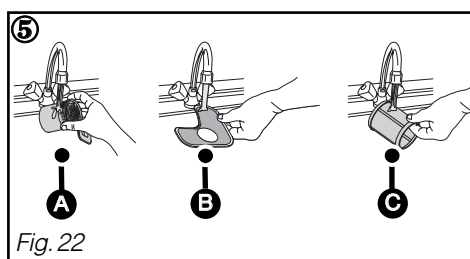

Fig. 22
② Dévissez d'un quart de tour le filtre à déchets puis le retirer **A**.
③ Retirez le filtre principal **B**.
④ Retirez le tamis micro filtre **C**.
⑤ Nettoyez soigneusement les filtres **A**, **B** et **C** sous l'eau courante. (Fig. 22)